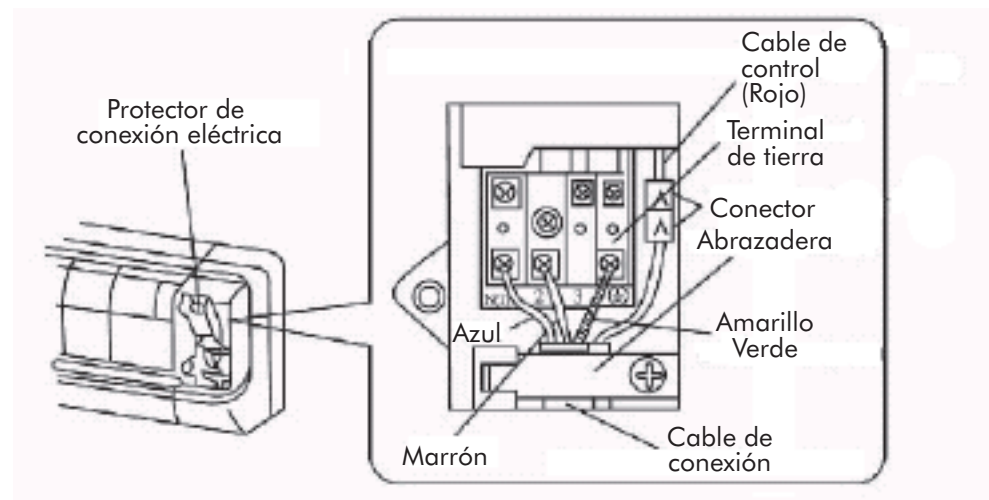

Fig. 4
2. Extraiga la cubierta del cableado. (Fig. 4)